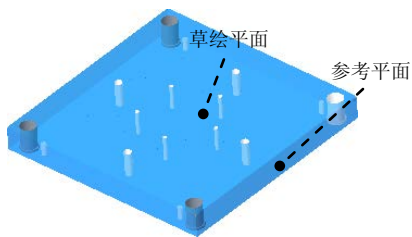
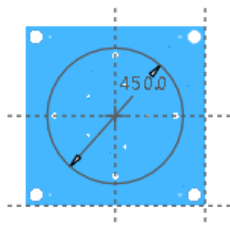
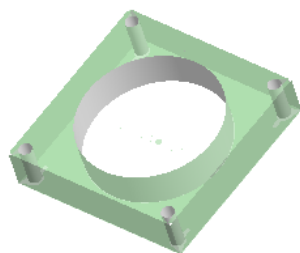

图 30.39 定义草绘平面
图 30.40 截面草图
图 30.44 编辑定模元件
Step1. 定义动模板。在模型树中选择动模板 **EMX_CAV_PLATE_MH001.PRT** 并右击，在系统弹出的快捷菜单中选择 **拉伸** 命令，系统转到零件模式下；单击 **模型** 功能选项卡 **形状** 区域中的 **拉伸** 按钮，此时系统弹出“拉伸”操控板；选取图 30.44 所示的表面为草绘平面，然后选取图 30.39 所示的表面为参考平面，方向为 **右**。单击 **草绘** 按钮，进入草绘环境；绘制图 30.40 所示的截面草图，完成截面的绘制后，单击“草绘”操控板中的“确定”按钮 **✓**；在操控板中选取深度类型 **深度**，在操控板中单击“切除材料”按钮 **切除材料**。单击“反向”按钮 **反向** 调整切削方向，在“拉伸”操控板中单击 **✓** 按钮，完成特征的创建，结果如图 30.41 所示；关闭窗口，选择下拉菜单 **文件** **→** **关闭(C)** 命令。
30.43 所示的截面草图；完成截面草图的绘制后，单击“草绘”操控板中的“确定”按钮；在操控板中选取深度类型（指定深度值），在文本框中输入深度值 115.0，在操控板中单击“切除材料”按钮。单击反向按钮，调整切除结果如图 30.44 所示，在“拉伸”操控板中单击按钮，完成特征的创建，结果如图 30.44 所示；选择下拉菜单 文件 → 关闭(C) 命令。